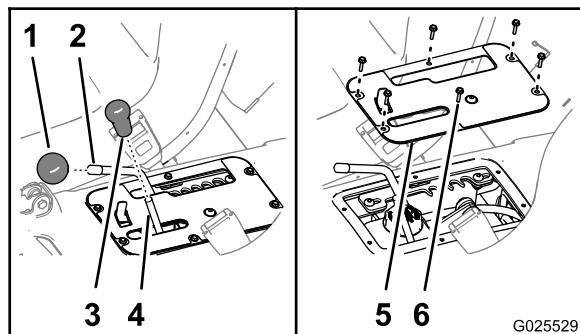

図 70
- 油圧昇降レバーと速度レンジ切り替えレバーからノブを取り外す 図 70。
- コントロールカバー・プレートを座席ベースに固定している六角ワッシャねじ6本 #10 x 3/4 インチを外して、カバープレートを取り外す 図 70。
- コントロールカバー・プレートの穴を、座席ベースの穴に合わせる 図 70。
- プレートをベースに固定する六角ワッシャねじ6本 図 70 ステップ 2 で外したものを使用する。
- 油圧昇降レバーと速度レンジ切り替えレバーに、ノブを元通りに取り付ける 図 70。
9. コントロールカバー・プレートの穴を、座席ベースの穴に合わせる 図 70。
10. プレートをベースに固定する六角ワッシャねじ6本 図 70 ステップ 3 で外したものを使用する。
11. 油圧昇降レバーと速度レンジ切り替えレバーに、ノブを元通りに取り付ける 図 70。